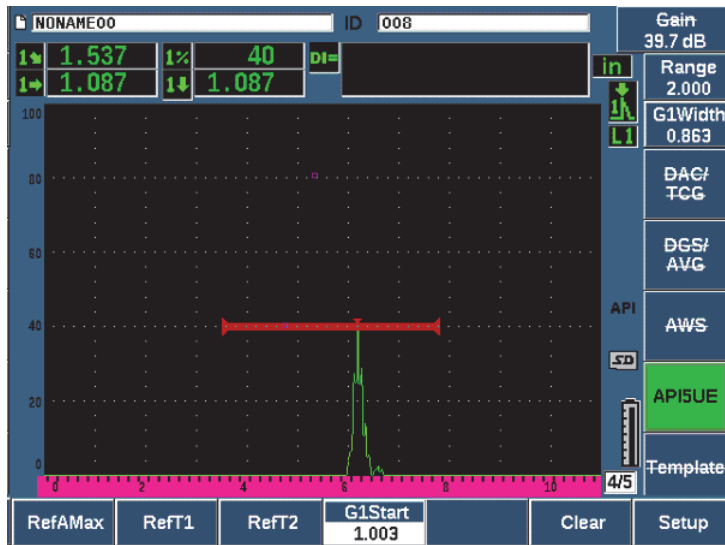

Figura 11-27 Almacenamiento de punto  $T_2$
10. Pulse el parámetro **RefT2** (tecla P3) para adquirir la posición de caída de 6 dB del pico en bajada y atribuirle el valor  $T_2$  (vea la Figura 11-27 en la página 304).